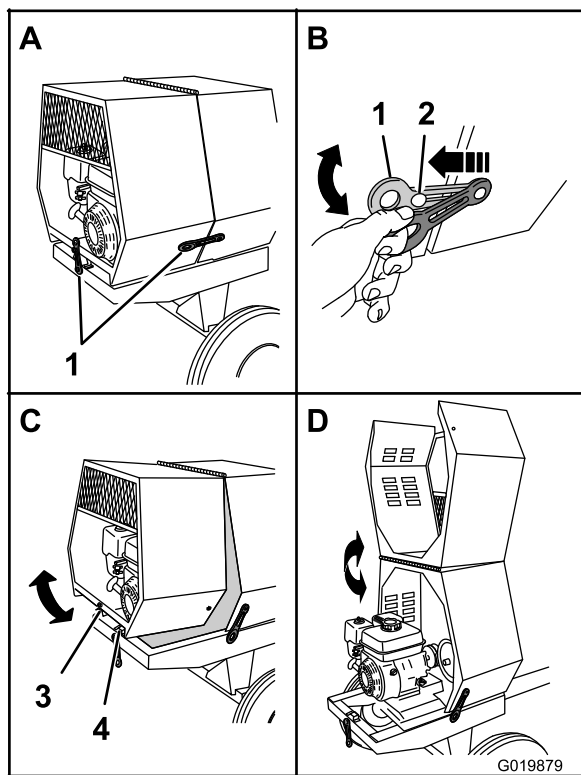

Figura 32
- Repita el paso 3 en el otro lado de la máquina (Figura 32).
- En el lado de la máquina, en la unión entre la cubierta delantera y la trasera, agarre el anillo del cierre y desengánchelo del anclaje de la cubierta trasera (Figura 32).
- En la parte trasera de la máquina donde la cubierta trasera se une al bastidor de la máquina, sujete el anillo del cierre y retírelo del anclaje de la cubierta (Figura 32).
- Gire la cubierta trasera hacia arriba y hacia adelante hasta que quede colocada sobre la cubierta delantera (Figura 32).
- Gire la cubierta trasera hacia atrás y hacia abajo hasta que el alojamiento situado en el centro del borde inferior esté alineado con el perfil en V y enrasado con el bastidor de la máquina (Figura 32).